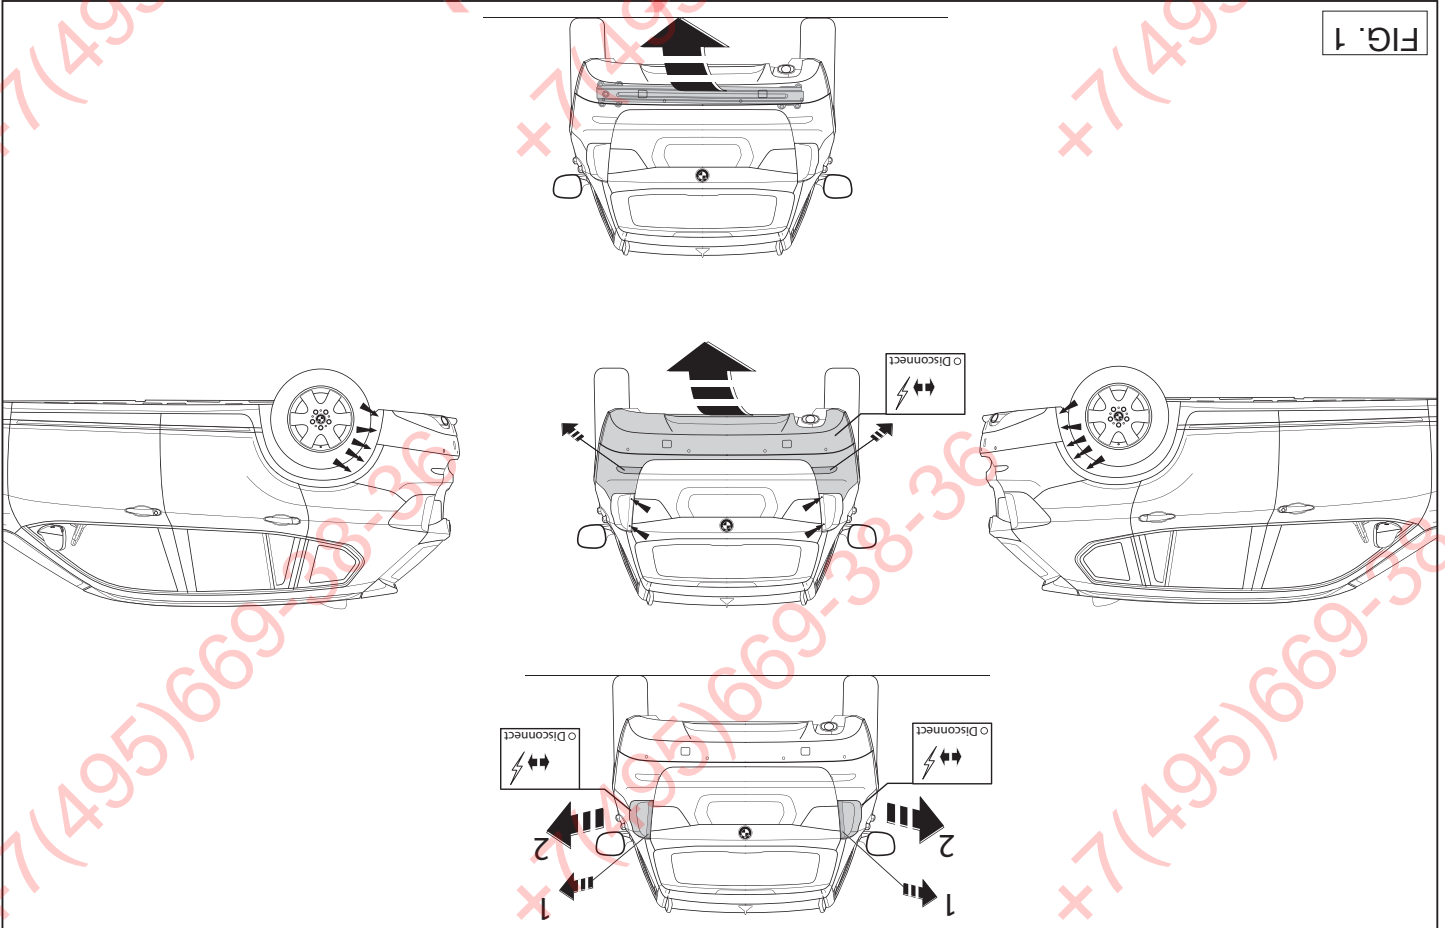

FIG. 1
1. Remove the bumper. See figure 1.
1. Die Stoßstange abmontieren. Siehe Abbildung 1.
1. Démontez le pare-chocs. Voir la figure 1.
1. Снять бампер. См. рисунок 1.